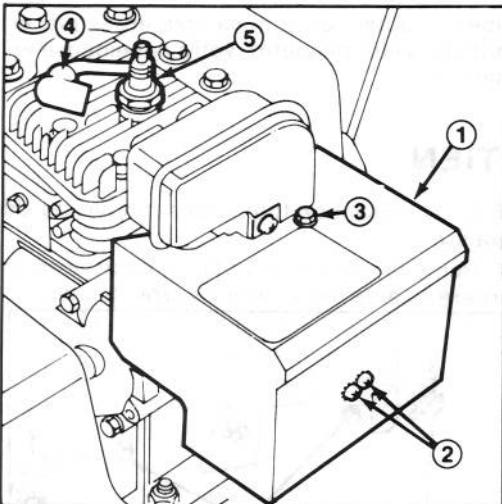

Figure 15
Remarque: Pour mettre le moteur en marche à 4° C (40° F) ou à des températures plus élevées, enlevez la boîte de chauffage du carburateur (Fig. 15). Il faut toutefois remettre le boîte de chauffage à des températures inférieures à 4° C (40° F). Pour enlever la boîte de chauffage du carburateur, procédez comme suit:
1. Poussez le fil de haute tension sur la bougie d'allumage (Fig. 15).
Pour éviter la mise en marche accidentelle du moteur pendant les travaux d'entretien, mettez la clé d'allumage en position d'arrêt et retirez-la du contact. Enlevez ensuite le fil de haute tension de la bougie (Fig. 15) et assurez-vous que le fil ne puisse accidentellement toucher la bougie.
1. Enlevez la câble à haute tension de la bougie et assurez-vous que le câble ne touche pas accidentellement la bougie (Fig. 15).